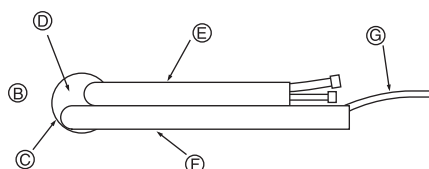

Fig. 3-5
② Трубы слева и сзади слева
②-① Для задних левых труб вытяните трубы из отверстий, чтобы определить их точную длину, затем свяжите их лентой. Внутренний прибор должен висеть на настенном кронштейне. (Fig. 3-5)